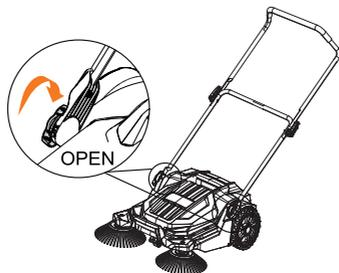

Рис. 7
- Ослабьте барашковые зажимы и сложите рукоятку в сторону изделия (Рис. 7).